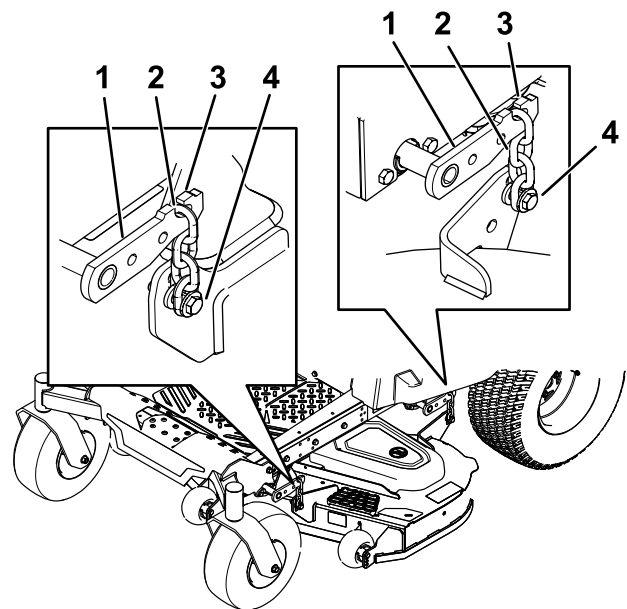

Figure 74
5. Desserrez les boulons de réglage aux 4 coins de sorte que le plateau repose bien sur les 4 cales (Figure 74).
6. Vérifiez que les 4 chaînes sont tendues (Figure 74).
7. Resserrez les 4 boulons de réglage (Figure 74).